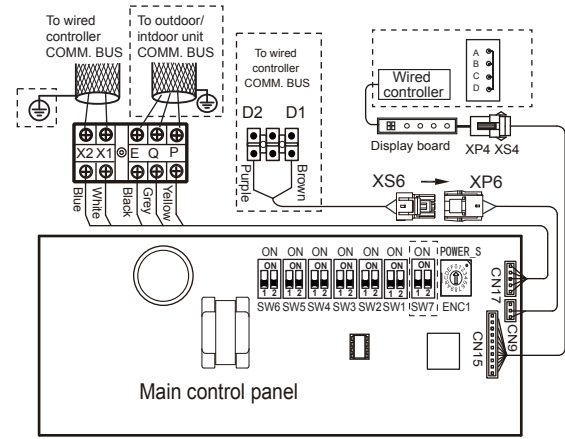

Imagen 6.10
- Los puertos X1/X2, D1/D2 a los lados de la placa de control principal y el puerto de comunicación unidireccional (lado de la placa de la pantalla) están destinados a diferentes tipos de controladores con cable (consulte la Imagen 6.10).